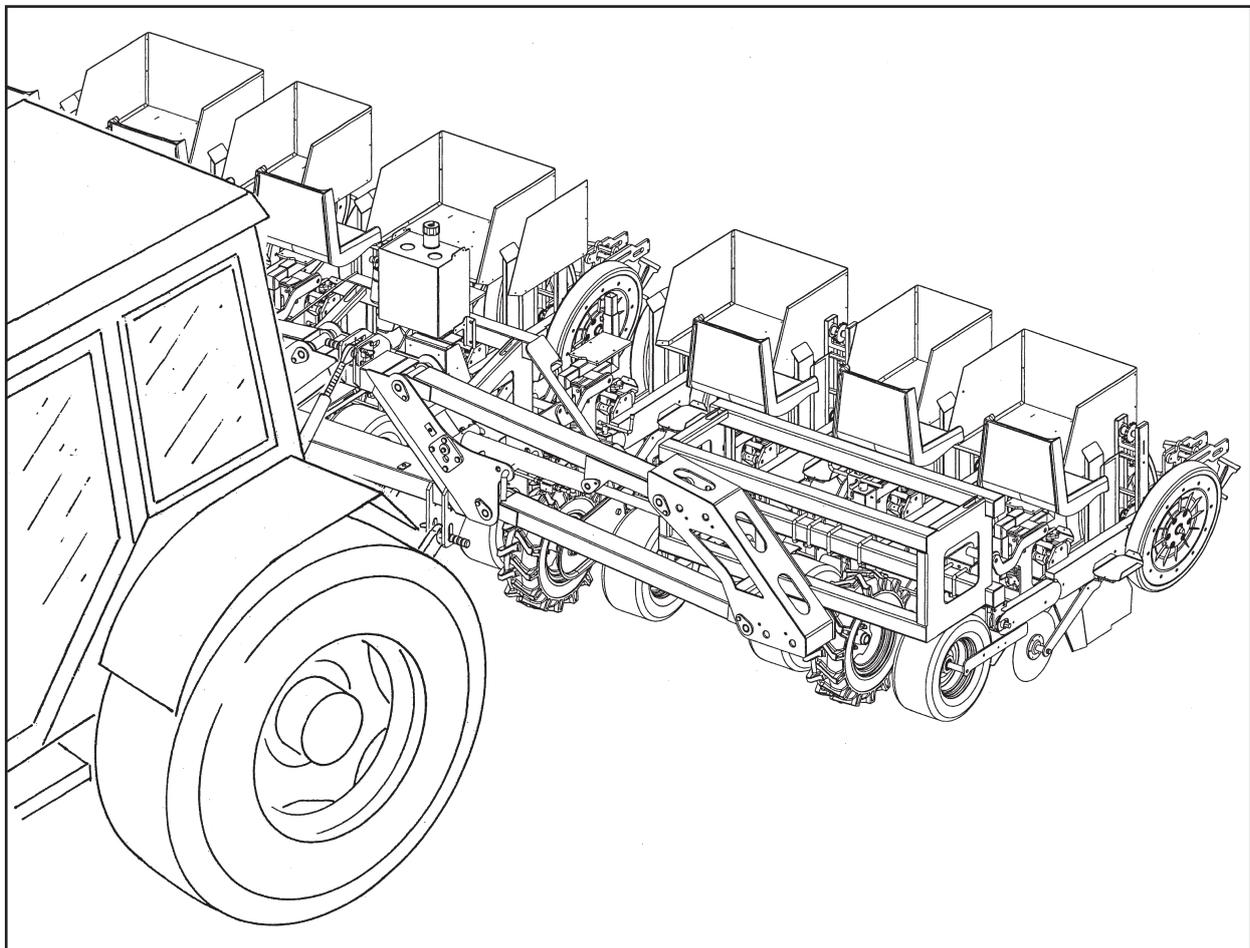

Fig. 1
- Lasciare la macchina tassativamente aperta per una maggiore sicurezza (versione pieghevole - **Fig. 1**).
- The machine must be left open for extra safety (foldable version -**Fig. 1**).
- Laisser la machine impérativement ouverte pour plus de sécurité (version pliable-**Fig. 1**).
- Deje la máquina taxativamente abierta para una mayor seguridad (versión plegable -**Fig. 1**).